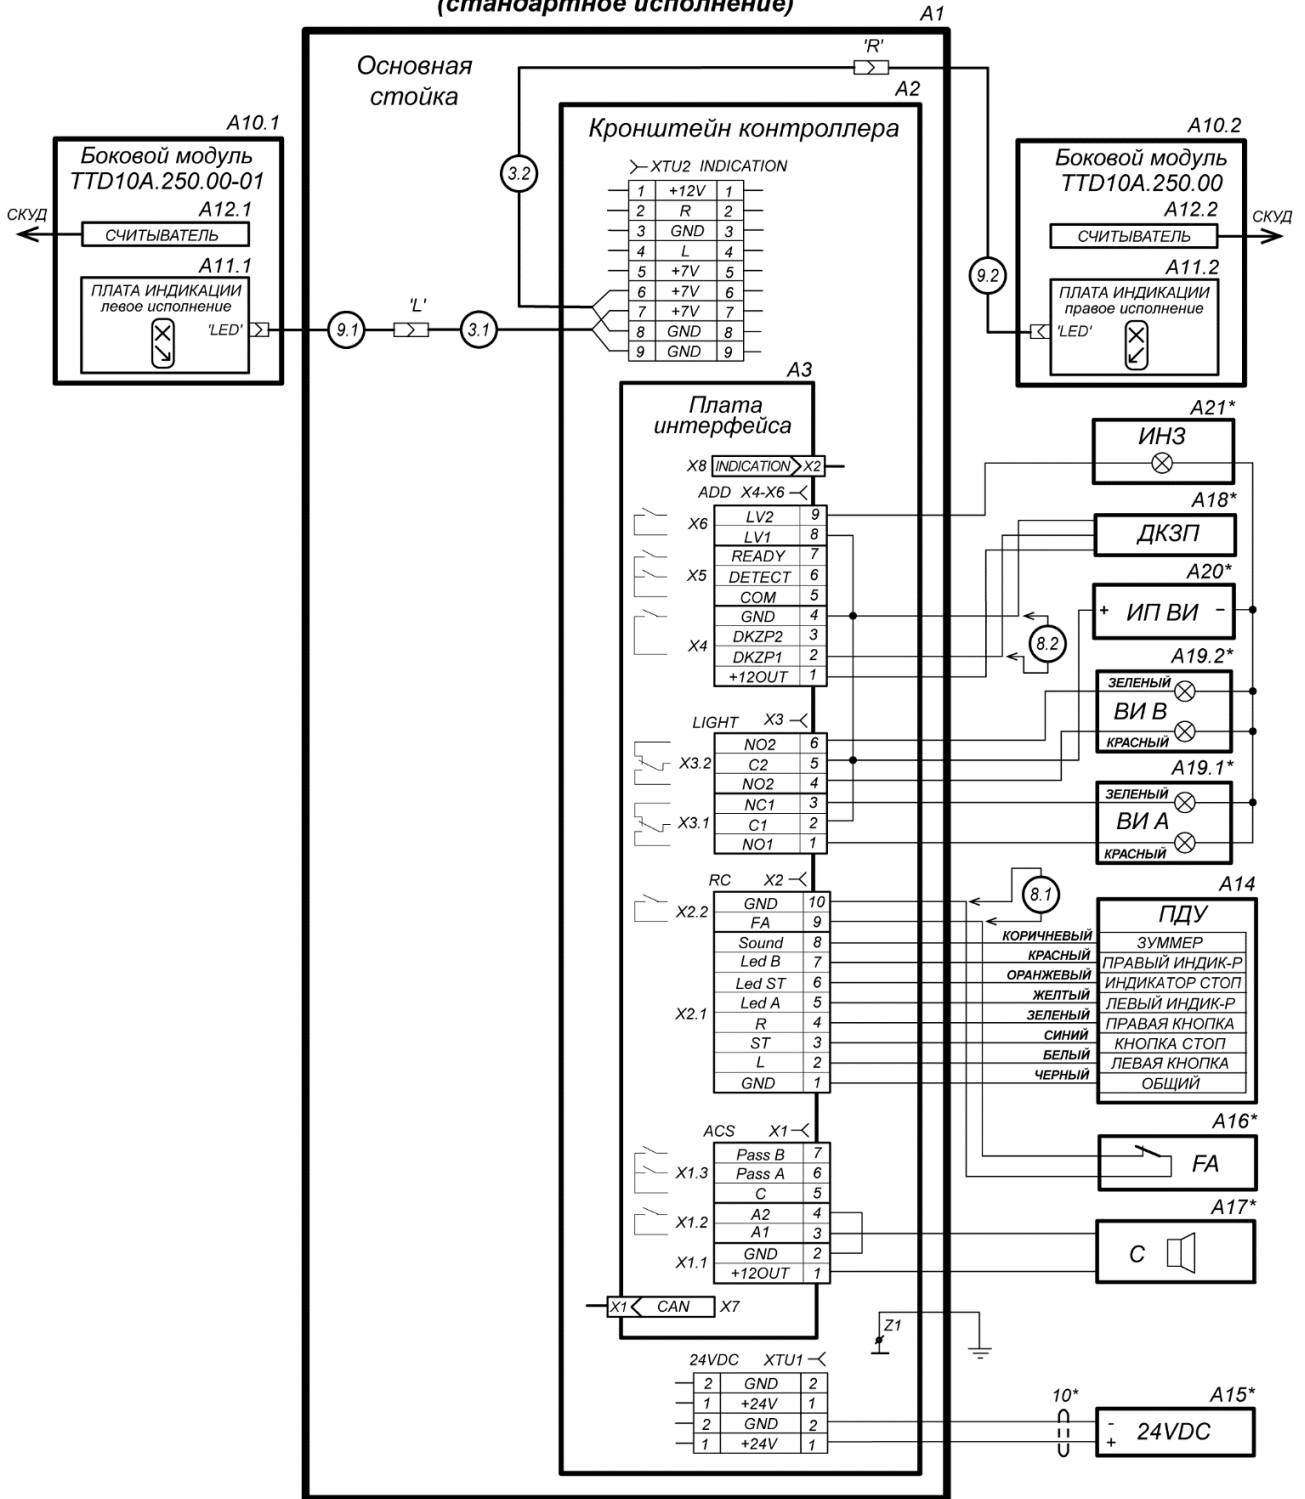

Рисунок 16. Схема соединений турникета и дополнительного оборудования для стандартной модификации PERCo-TTD-12AB¹
Подключение ДКЗП производится к контактам клеммной колодки **X4**, а сирены – к клеммной колодке **X1** платы интерфейса (10) согласно схеме электрических соединений (рис. 16, 17).
² На схеме рис. 16 показан один из вариантов подключения питания картоприемника, кабель питания в комплект поставки не входит.